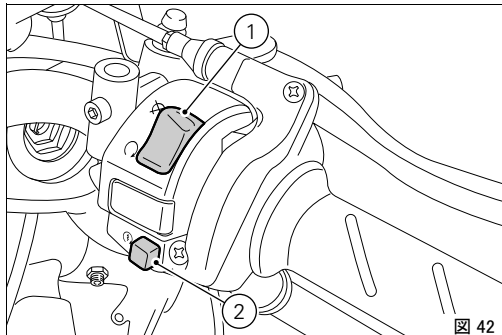

図 42
1) コードが承認されると、システムはエンジンブロックを解除します。START ボタン (2、図 42) を押すと、エンジンが始動します。